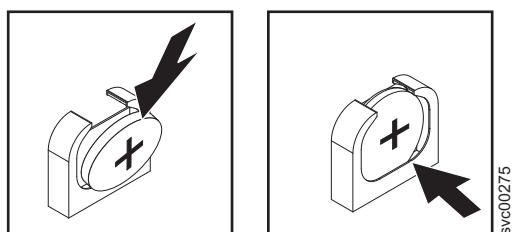

图 134. SAN Volume Controller 2145-DH8 CMOS 电池盒
- b. 将电池按入插槽中，直到咔塔一声锁定到位。确保电池夹牢牢固定电池，如图 134 所示。